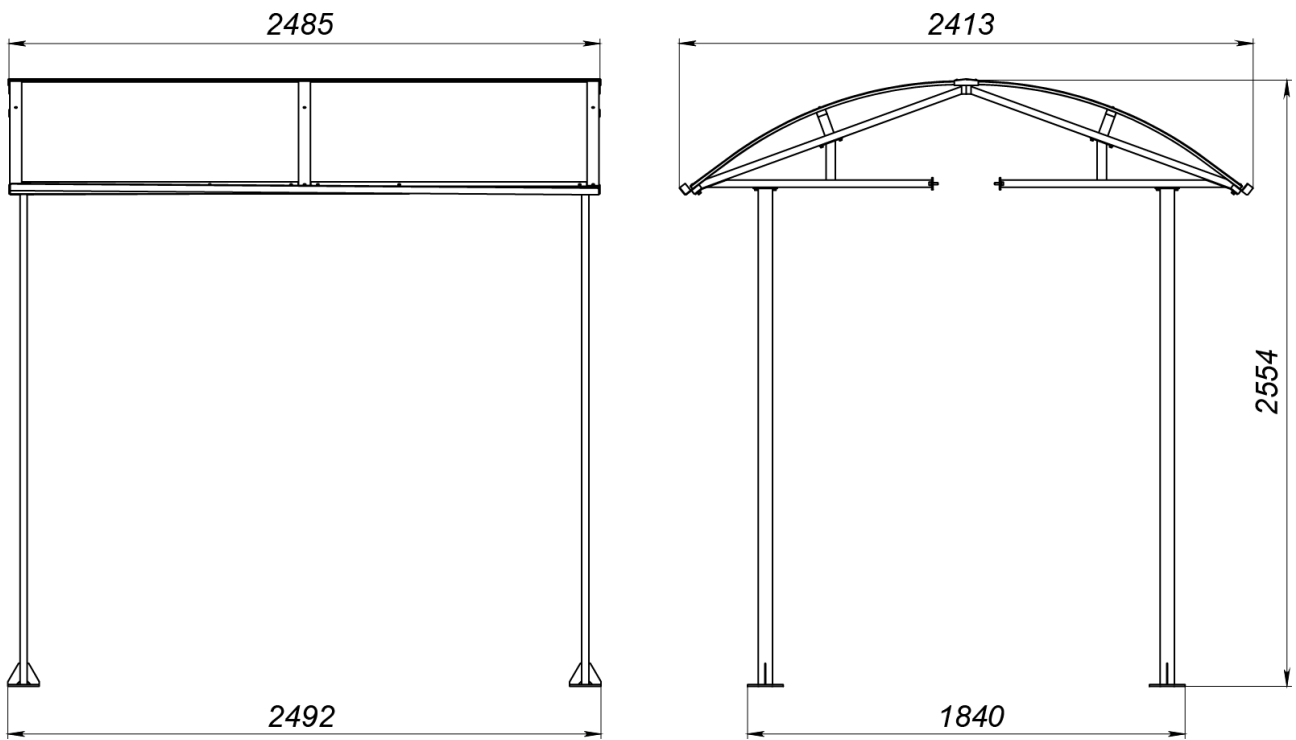
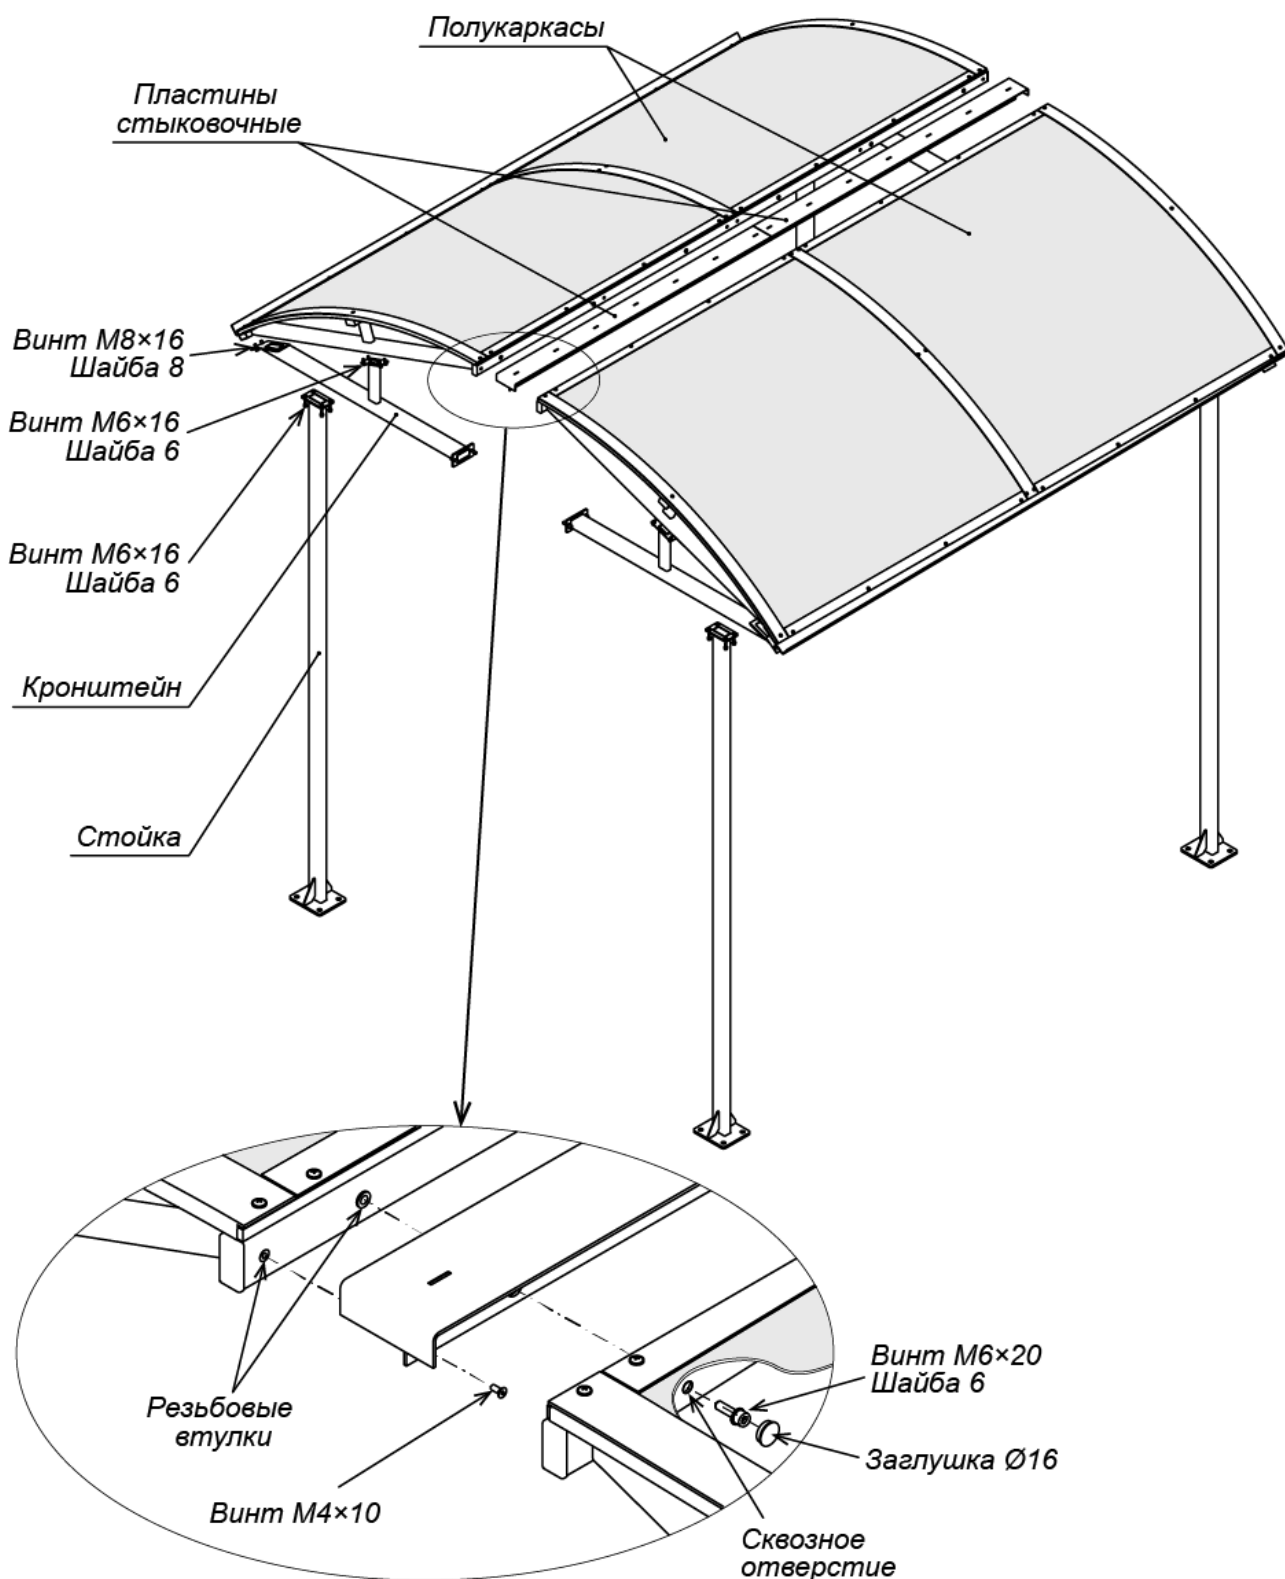
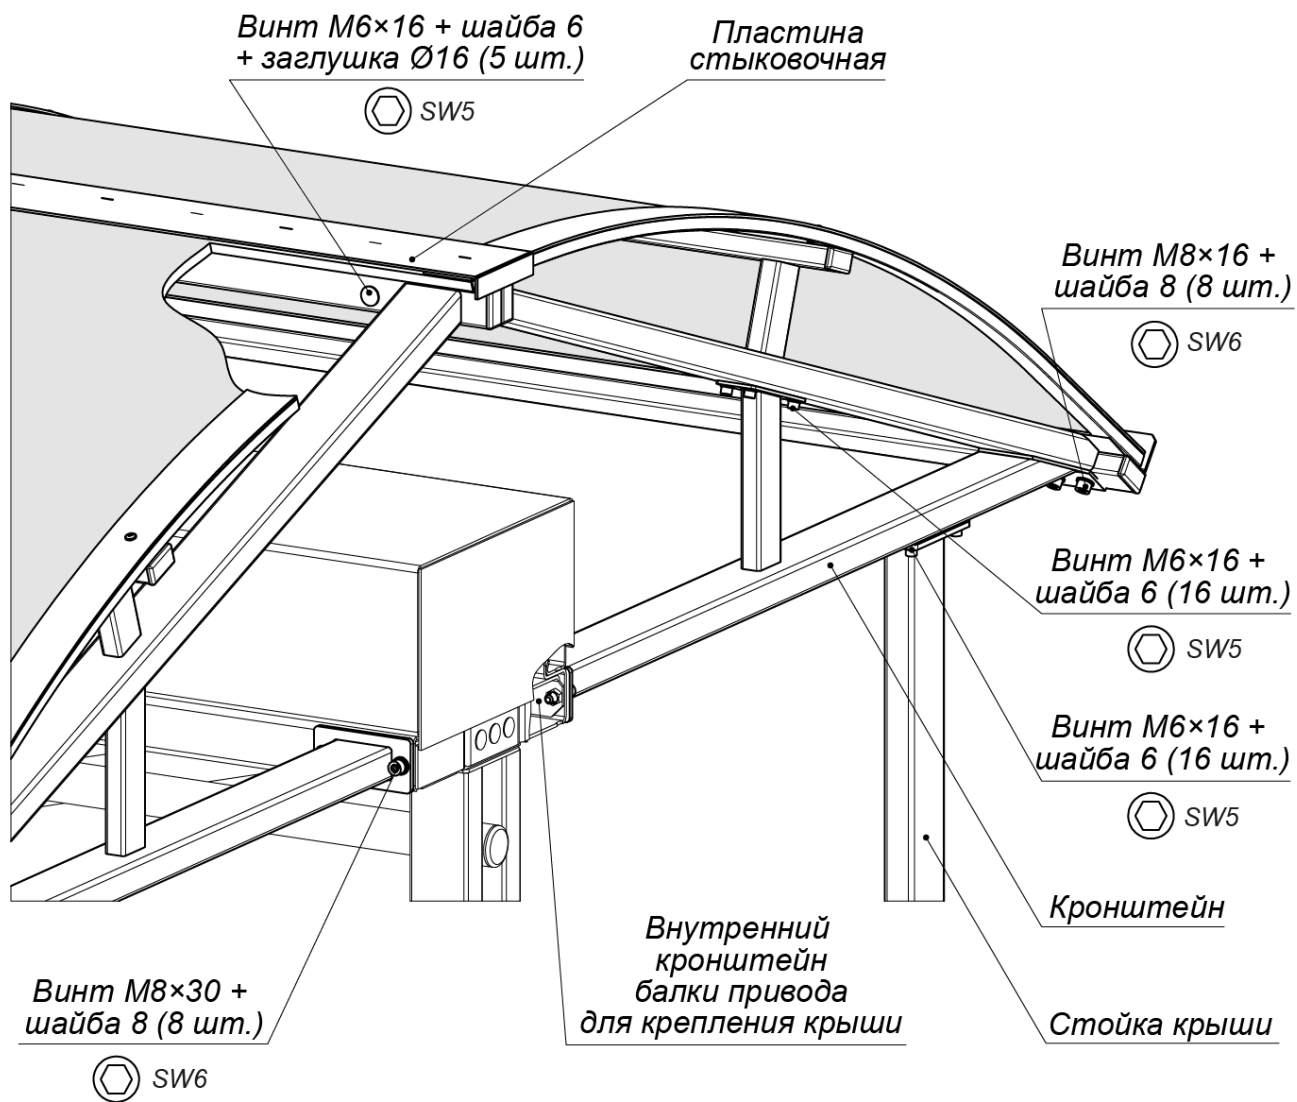

Рисунок 1. Габаритные размеры крыши
Рисунок 2. Устройство крыши
Рисунок 4. Монтаж крыши к балке привода турникета
¹ Габаритные размеры крыши указаны на рис. 1.
Устройство крыши показано на рис. 2. Габаритные размеры крыши показаны на рис. 1.
7. Поднимите кронштейн на верхнюю горизонтальную площадку стойки, совмещая крепежные отверстия и отверстия в стойках и сориентировав фланец кронштейна на боковой поверхности балки привода турникета. Зафиксируйте кронштейн винтами М6×16 на каждой стойке, ключ SW5 (см. рис. 4).
8. Закрепите кронштейн двумя винтами М8×30 к балке привода турникета, ключ SW6 (см. рис. 4). Затяжка болтов – предварительная. Стык фланца кронштейна и балки привода турникета перед затяжкой винтов рекомендуется герметизировать силиконовым герметиком.
10. Выберите полукаркас, в верхнем профиле которого впрессованы резьбовые втулки (см. рис. 2). Установите его на кронштейны с одной из сторон турникета **PERCo-RTD-20**, зафиксировав его восемью винтами М6×16 (ключ SW5) и четырьмя винтами М8×16 (ключ SW6) (см. рис. 4).
11. Закрепите две пластины стыковочные на установленном полукаркасе крыши шестью винтами с потайной головкой М4×10 (ключ SW3) (см. рис. 2).
13. Соедините верхние профили полукаркасов винтами М6×20 – 6 шт. (ключ SW5) для получения прочной конструкции (см. рис. 2). Отверстия под головки болтов заглушите заглушками Ø16 мм.